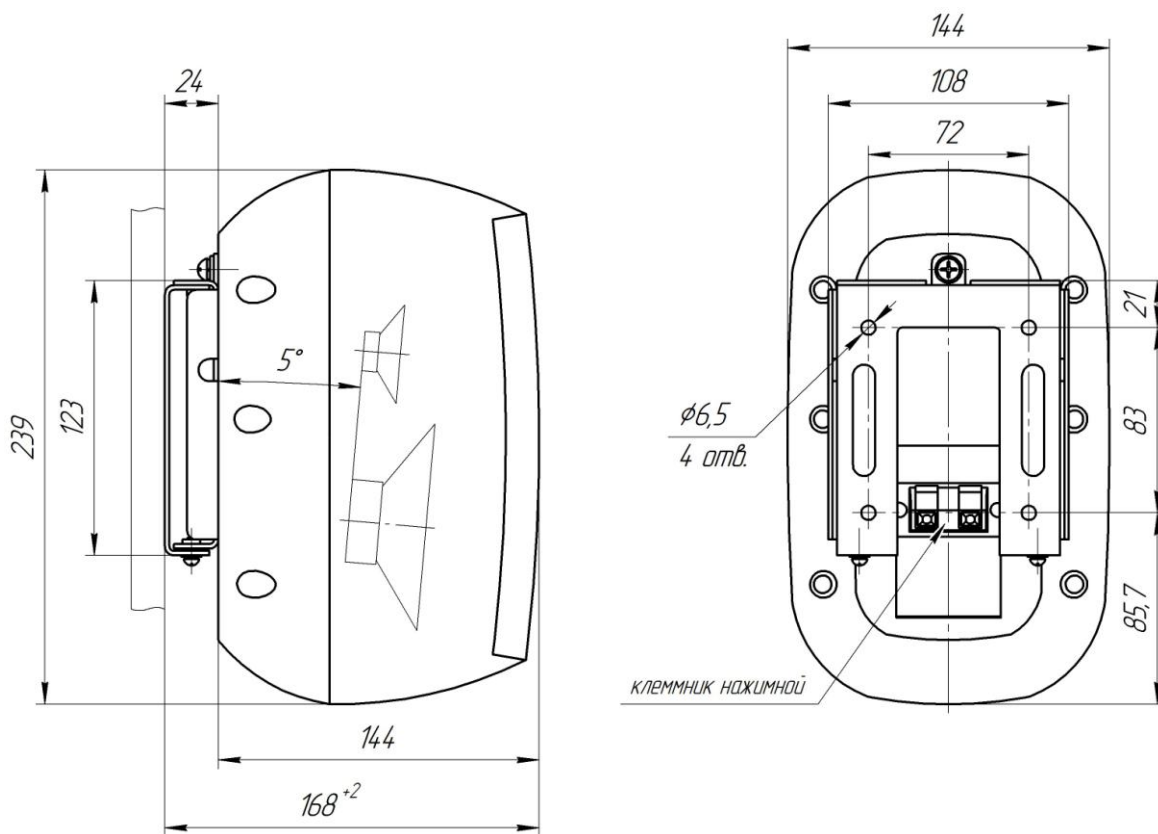

Рис.2 Общий вид, габаритные и присоединительные размеры акустической системы.
4.4.2 Закрепить основание подвеса АС (см. рис.2) на штатное место, но не далее чем 2, 3 метра от телевизора.